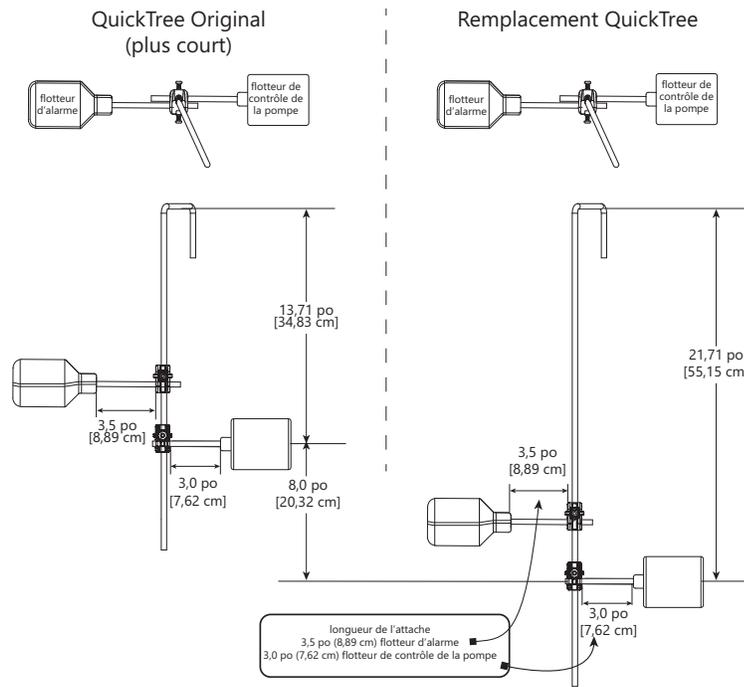
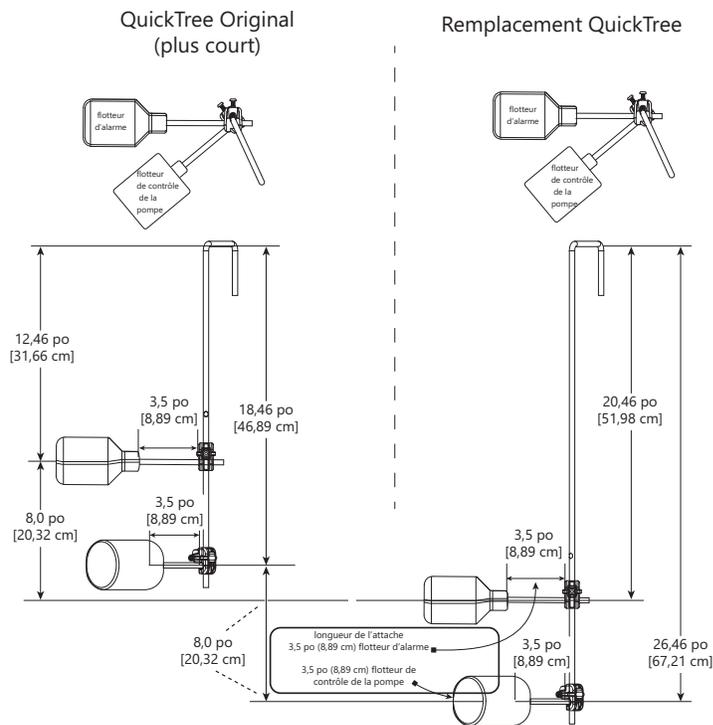

Figure 5.
Figure 6.
9. Fixer à nouveau le(s) flotteur(s) à la nouvelle tige QuickTree plus longue en vous référant à la Figure 5 ou à la Figure 6 (selon le système). **IMPORTANT : Il est essentiel que la longueur de l'attache reste la même après la réinstallation. La longueur de l'attache est la distance de la corde entre la pince et le haut de la boule du flotteur.**